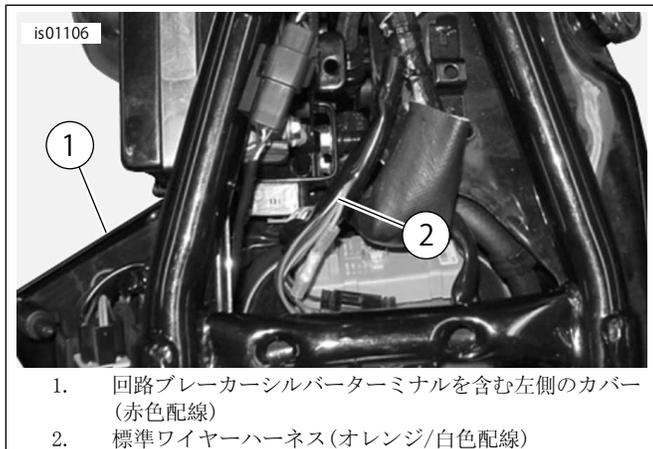

図10. 電源接続(XLモデル)
1. 「図10」を参照してください。電気系統サイドカバー内部メインハーネス覆いのエリアまたはシート下のアクセス可能ポイントを慎重に切り開き、オレンジ/白のメインハーネス電源リードを切ります。